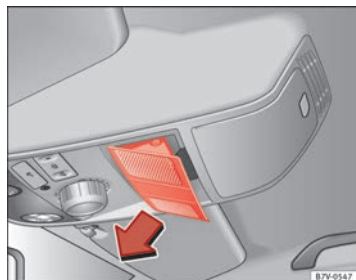

Fig. 195 Nel rivestimento interno del tetto: Togliere la copertura.
- Spostare la copertura nella direzione indicata dalla freccia ⇒ fig. 195.